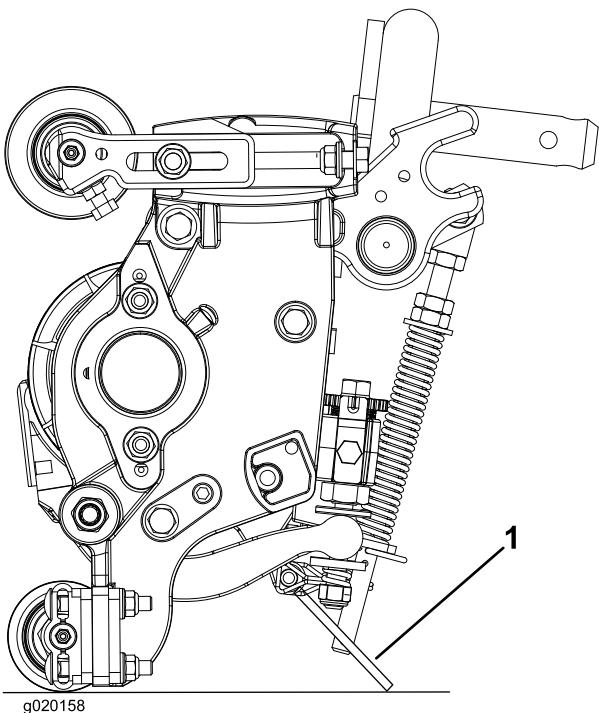

図 18
**重要** ユニット左右についているベッドバー調整ねじのナットが床に当たっていないことを確認してください図 18。